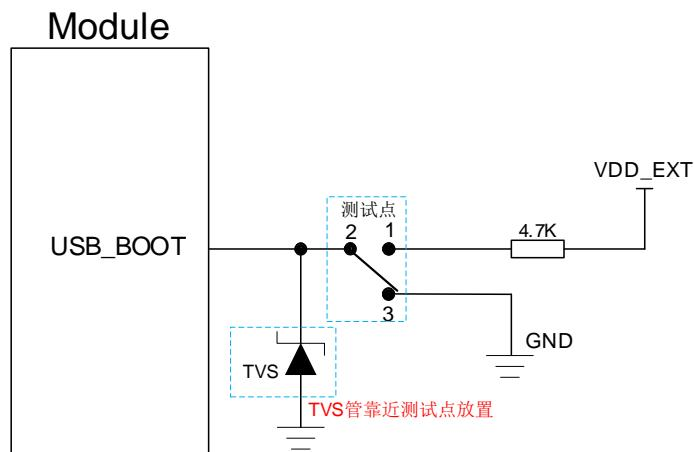

图 27: USB_BOOT 接口参考设计电路
3. 使用 MCU 控制模块进入强制下载模式时需按照如上时序图进行控制，手动强制下载方式按照图 27 所示短接测试点即可。